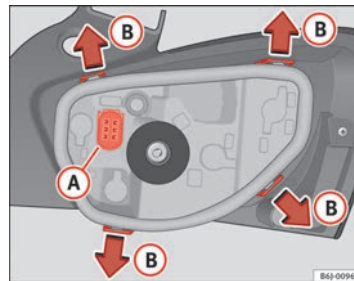

Abb. 166 Glühlampenersatz Rückleuchten
- Nehmen Sie den Lampenträger aus dem Gehäuse heraus. Drücken Sie dazu die Laschen **(B)** in Richtung der Pfeile ⇒ Abb. 166.